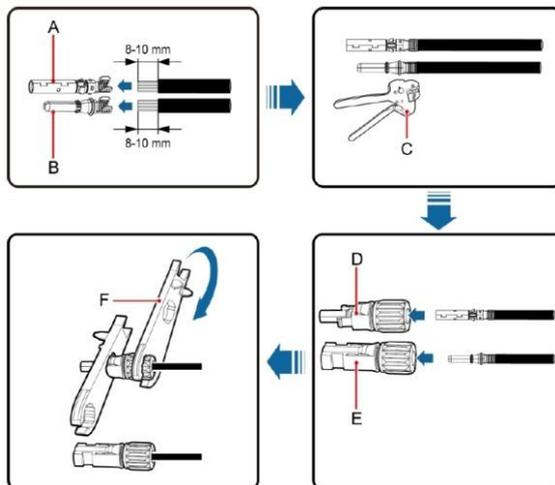

Fig 5.2 Collegamento tra il connettore CC MC4 e la stringa FV
(1) come mostrato nella Fig. 5.2, collegare il filo di uscita della stringa FV al connettore CC dell'inverter. Allentare il dado di fissaggio del connettore; rimuovere lo strato isolante di 15 mm del cavo CC e utilizzare le pinze a crimpare per comprimere saldamente il terminale metallico standard. La coppia di serraggio della parte impermeabile in coda è di 2,5-3 N•m. Il metodo di cablaggio dei connettori positivo e negativo è lo stesso. Verificare che i poli positivo e negativo della stringa FV corrispondano correttamente ai connettori positivo e negativo, quindi collegarli saldamente;